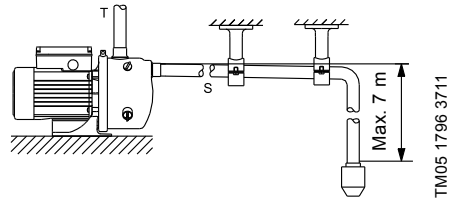

Fig. 2 Attacco tubazione
Collegare il tubo di mandata alla bocca di mandata (T) della pompa. Ved. fig. 2. H = max. 7 metri.